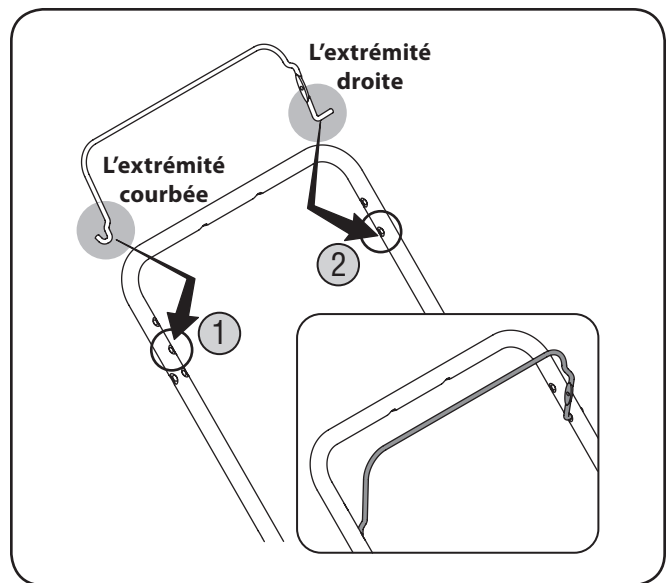

Figure 3-5
2. Enfoncez l'extrémité courbée de la poignée du contrôle de la lame dans le trou du centre au côté droit du guidon supérieur. Voir la Figure 3-5.